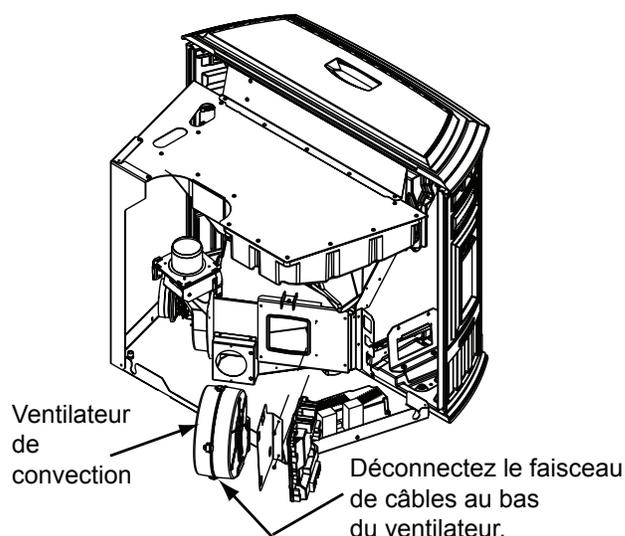

Figure 33.3
3. Déconnectez le câblage au bas du ventilateur en appuyant sur les onglets latéraux du connecteur, puis tirez dessus pour le sortir (**Figure 33.3**).